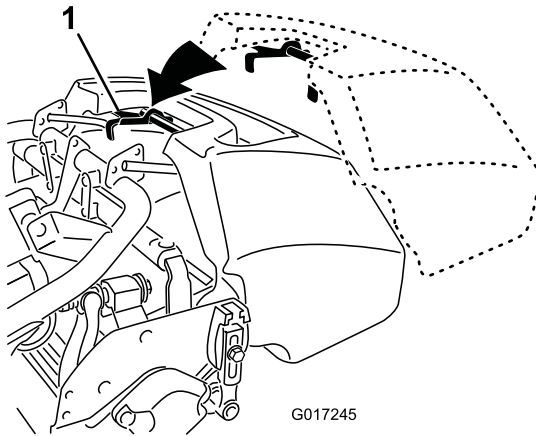

Figura 21
1. Sujete el recogedor por el asa (Figura 21).
2. Guíe el reborde del recogedor entre las chapas laterales de la unidad de corte y por encima del rodillo delantero (Figura 21).
3. Instale los ganchos del recogedor sobre el tubo del bastidor (Figura 21).